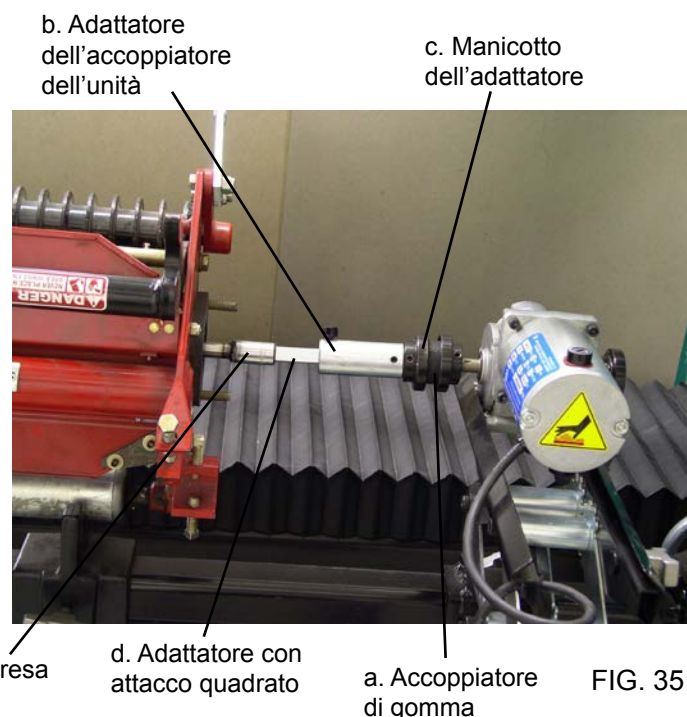

FIG. 35
- Se il lato sinistro è più basso del destro, ruotare in senso orario il volantino grigio di regolazione verticale nel gruppo slitta trasversale sollevando la barra di montaggio e il cilindro finché l'albero centrale del cilindro non tocca leggermente la barra dell'indicatore estesa. Vedere la FIG. 35.